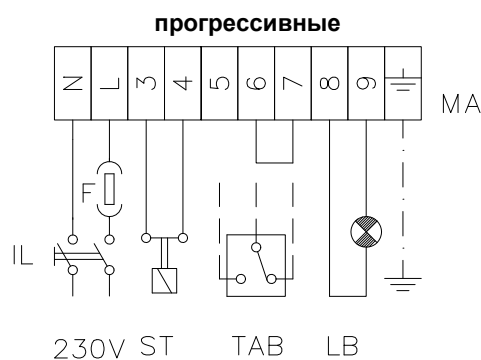
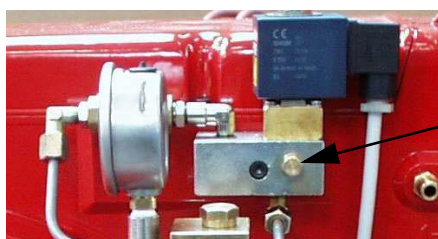

Рис. 10
Рис. 14 - Распределительный блок дизтоплива (PG60)
- 9 Давление питания форсунки уже отрегулировано заранее на заводе-изготовителе и не должно изменяться. Только в случае необходимости, отрегулировать давление питания (см. соответствующий параграф) следующим образом: установить манометр в положение, указанное на Рис. 14, воздействовать на регулировочный винт **VR** насоса (см. Рис. 13) до получения на форсунке давления в 20 бар (форсунки Bergonzo - см. график на Рис. 10);